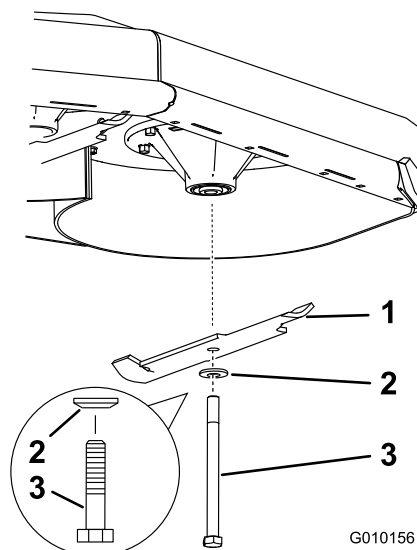

Figure 15
Important: La partie relevée de la lame doit faire face à l'intérieur du tablier de coupe (Figure 15).
1. Montez les lames neuves sur les axes avec les rondelles et les boulons retirés précédemment (Figure 15).